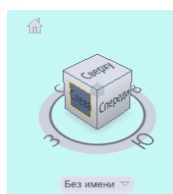

Рис.28
- стрелок в верхнем правом углу для поворота на 90 градусов в обоих направлениях относительно оси, расположенной перпендикулярно плоскости экрана (рис.28).